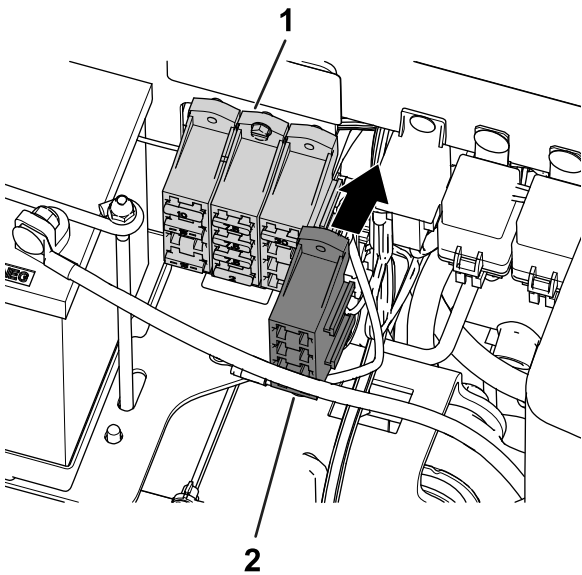

Рисунок 7
2. Установите блок предохранителей из комплекта на блок предохранителей машины (Рисунок 7).